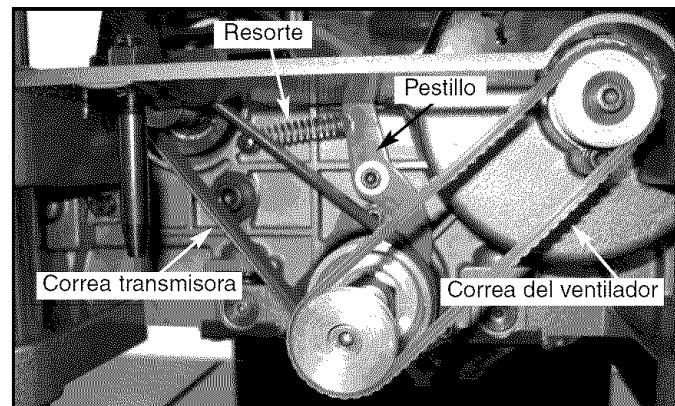

Figura 28 – Lado Derecho de la Cepilladora sin la Cubierta Lateral
- Desenganche el resorte del pestillo de manera que las poleas giren libremente (vea la Figura 28).